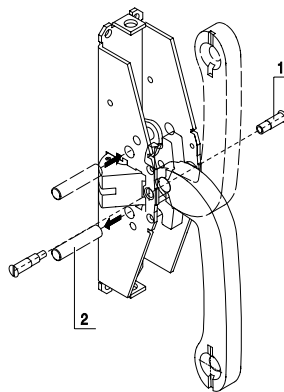

FIG. 6
5) **DETERMINAZIONE MANO DEL MANIGLIONE:** L'articolo viene fornito di mano SX (fig. 1), per cambiare mano eseguire le seguenti operazioni sulla **SCATOLA PRINCIPALE:** (fig. 6). Svitare il perno staffa, sfilare i due perni. Ruotare la staffa di 180°, sfilare la spina da 8 mm dalla sua posizione ed inserirla dalla parte opposta (fig. 6) (nel caso il passaggio fosse impedito dal perno di arresto scrocco, spingerlo in avanti fino a liberare il passaggio ed inserire la spina). Riavvitare il perno staffa.
5) **DETERMINING THE DIRECTION OF THE PANIC EXIT DEVICE:** the article comes supplied as SX left-handed (Fig. 1), to change this carry out the following operations on the **MAIN CASING:** (Fig. 6) Unscrew the rod stirrup bracket, pull out the two rods. Rotate the stirrup bracket 180 degrees, pull out the 8 mm pin from its position and insert it in the opposite part (Fig. 6) (in the event that the passageway is obstructed by the latch-bolt arrest pin, push it forward until the way is free and insert the pin). Rescrew the stirrup bracket.
5) **DÉTERMINATION DE LA MAIN DE LA POIGNEE ANTI-PANIQUE:** L'article est fourni de main GAUCHE (fig. 1), pour changer de main, effectuer les opérations suivantes sur le **COFFRE PRINCIPAL:** (fig. 6). Dévisser l'axe de la bride, retirer les deux axes. Tourner la bride de 180°, retirer la goupille de 8 mm par rapport à sa position et l'introduire du côté opposé (fig. 6) (si le passage est empêché par l'axe d'arrêt du pêne, le pousser vers l'avant pour libérer le passage et introduire la goupille). Revisser l'axe de la bride.
5) **DETERMINACIÓN DE LA MANO DE LA BARRA:** El artículo es suministrado en posición de mano izquierda (Fig. 1). Para cambiar de mano, realice las siguientes operaciones en el **COFRE PRINCIPAL:** (Fig. 6). Desenrosque el perno de la abrazadera, extraiga los dos pernos. Gire la abrazadera 180°, extraiga la clavija de 8 mm de su posición e introdúzcala por la parte opuesta (Fig. 6). (Si el pasaje es impedido por el perno de parada del pestillo, empújelo hacia delante hasta liberar el pasaje e inserte la clavija). Enrosque nuevamente el perno de la abrazadera.
5) **BEPALING VAN DE RICHTING VAN HET ANTI-PANIEKSLLOT:** Het artikel wordt standaard voor linksdraaiende deuren geleverd (afb. 1), om de draairichting te veranderen, de volgende handelingen op de **HOOFDKAST** uitvoeren: (afb. 6). De beugelpin losdraaien en de twee pinnen uittrekken. De beugel 180° draaien, de 8 mm pin uittrekken en in de juiste positie aan de tegenover gestelde zijde insteken (afb. 6) (mocht de stoppin van de schoot het inschuiven verhinderen, de schoot naar voren duwen. De beugelpin weer vastdraaien.
5) **BESTIMMUNG DER TÜRDRÜCKER-ÖFFNUNGRICHTUNG:** Der Artikel wird mit nach links gerichteter Öffnung (Abb. 1) geliefert. Um die Öffnungsrichtung zu ändern, geht man folgendermaßen vor: **AUF DEM HAUPTKASTEN** (Abb. 6) schraubt man den Bügelstift ab und zieht dann die beiden Stifte heraus. Dann dreht man den Bügel um 180°, zieht den 8-mm-Dorn aus seiner Position und setzt ihn auf der gegenüberliegenden Seite wieder ein (Abb. 6). (sollte der Durchgang aufgrund des Fallensperrestiftes behindert sein, schiebt man ihn einfach nach vorne, so dass der Durchgang frei wird und setzt den Dorn ein). Jetzt schraubt man den Bügelstift wieder an.